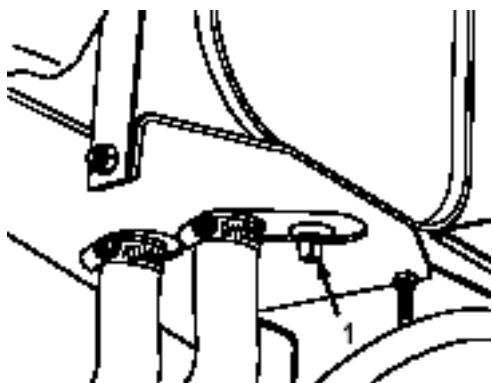

図 40
1. ドレンプラグ(図40)の下に廃油受けを置き、プラグを抜き、タンクを空にしてプラグを元通りに取り付ける。